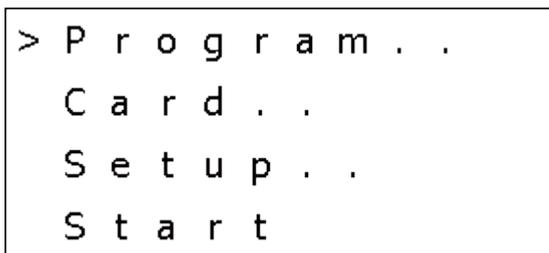

Рис. 2.3.3. Главное меню программируемого контроллера
3). Программа загружена в контроллер, но ее выполнение остановлено (режим STOP). Программируемый контроллер при включении сразу переходит к «Главному меню» рис. 2.3.3.